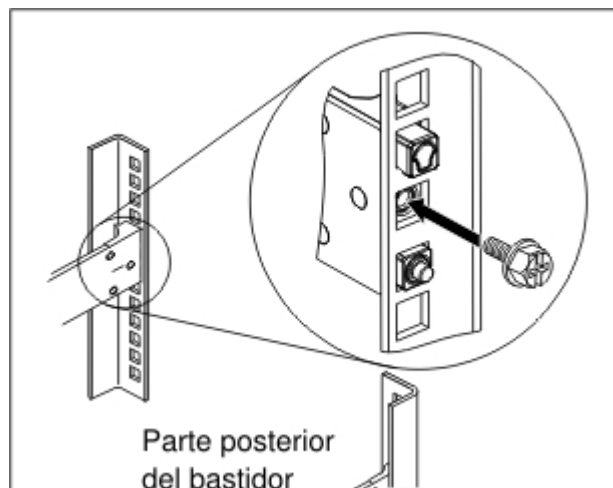

Figura 12. Fijación del dispositivo en los rieles deslizantes del bastidor
4. Fije los rieles deslizantes del dispositivo en el bastidor, como se muestra en la Figura 12: